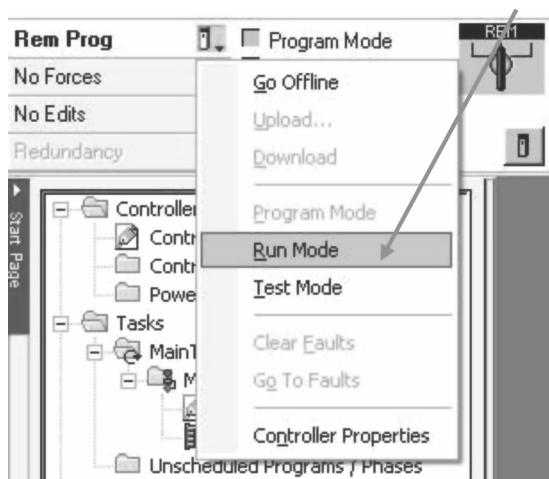

图 7-1 选中控制器面板“运行模式”
1. 如果尚未处于运行模式，则在“控制器面板”(Controller Faceplate)中选择“运行模式”(Run Mode)，如图 7-1 所示。